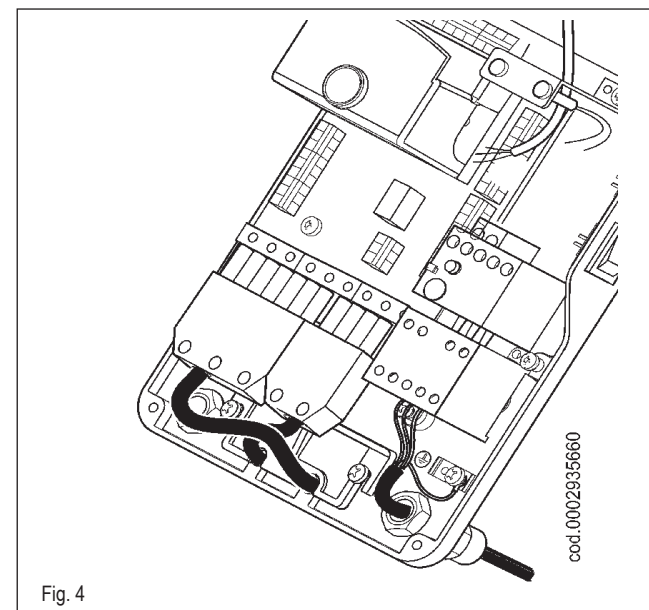

Fig. 4
- Открутите 4 винта (1), как показано на рисунке 1. Снимите крышку для получения доступа к щиту управления горелки.
- Ослабьте винты (2) для снятия зажимной пластинки проводов (3), проденьте через отверстия два разъёма 7-штырьковый и 4-штырьковый, как на рисунке 2. Если горелка трёхфазная, соедините питающие провода (4) к дистанционному выключателю, закрепите заземляющий провод (5) и затяните соответствующий хомут.
- Установите зажимную пластинку, как на рисунке 3. Поверните эксцентрик (6) так, чтобы пластинка должным образом надавила на два провода, после этого закрутите винты фиксации пластинки. Наконец, соедините два разъёма, 7-ми- и 4-штырьковый (смотрите рисунок 4).